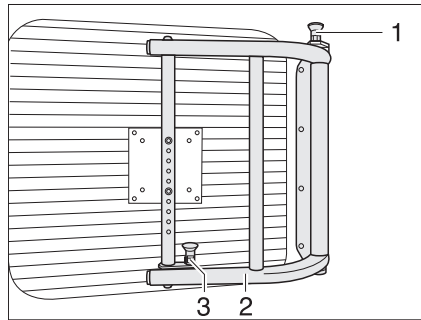

Fig. 61 Brazo giratorio para pantalla plana
- Tirar los botones de desbloqueo (Fig. 61,1 y 3) hacia arriba para desbloquear el brazo giratorio.
- Girar la pantalla plana con el soporte (Fig. 61,2) a la posición deseada.